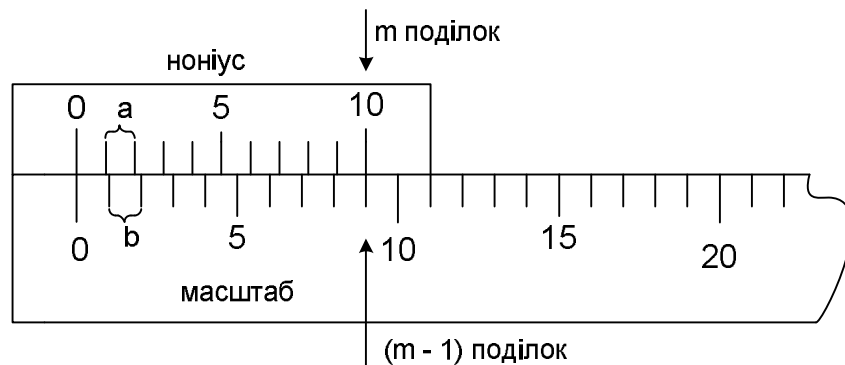

Рис. 1
*Лінійний ноніус* – це невелика лінійка, що ковзає вздовж масштабу. На цій лінійці нанесено маленьку шкалу, що містить  $m$  поділок (див. рис. 1; найчастіше  $m = 10$ ). Довжина всіх  $m$  поділок ноніуса дорівнює довжині  $(m-1)$  поділок основного масштабу, тобто: